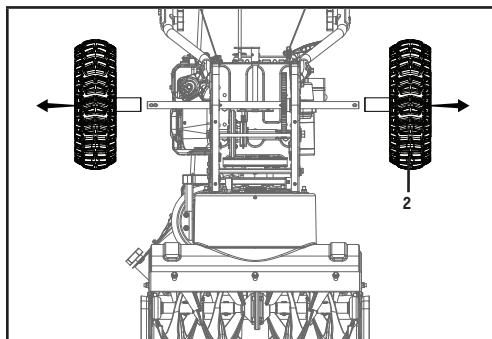

Figure 49B
3. Enlevez la roue de droite (2) en enlevant l'esse (figure 49B).